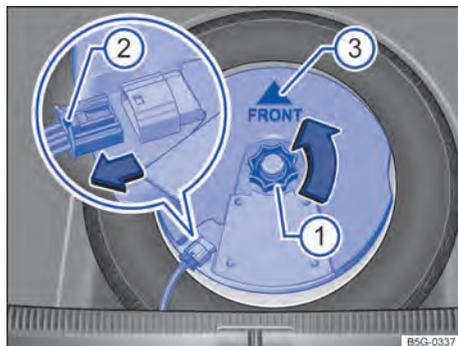

Fig. 191 No compartimento de bagagem: desinstalar o subwoofer (variante 1).
- Colocar o subwoofer cuidadosamente na base do aro. Para isto, a ponta do símbolo da seta "FRONT" → Fig. 191 no subwoofer ③ deve apontar para frente.
- Introduzir o conector até que o travamento → Fig. 191 ② encaixe no lugar de forma audível.
- Girar o manípulo → Fig. 191 ① no sentido contrário ao da seta no prisioneiro até que o subwoofer esteja bem preso.